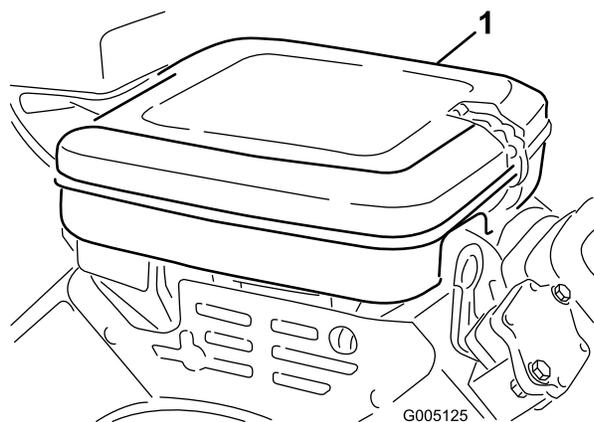

Рисунок 36
1. Очистите крышку воздухоочистителя (Рисунок 36).